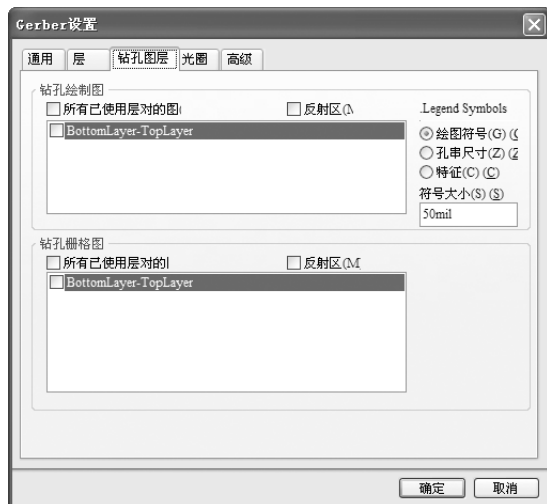

图 10-49 “钻孔图层”选项卡
5) 单击“钻孔图层”选项卡，如图 10-49 所示。在“钻孔绘制图”选项组中勾选“BottomLayer - TopLayer”（底层 - 顶层）复选框，在该选项组右侧的“Legend Symbols”选项中单击“绘图符号”单选按钮，将“符号大小”设置为 50 mil。